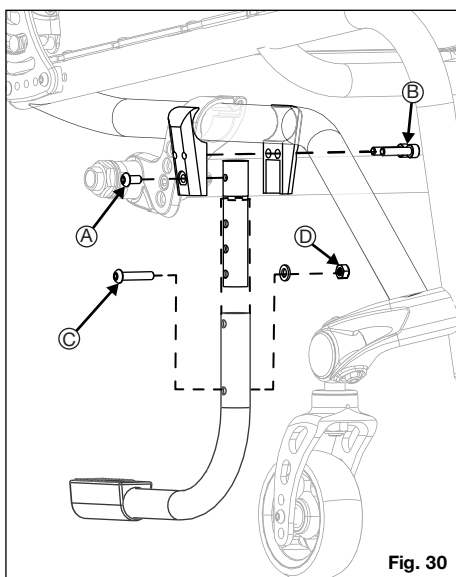

Fig. 30
una llave Allen de 4 mm y una llave de 10 mm (Fig. 30:C/D).
Cómo instalar el tubo de apoyo (Fig. 30)
1. Enrosque el receptor del tubo de asistencia en la abrazadera exterior con una llave Allen de 4 mm (Fig. 30:A).
2. Con una llave Allen de 5 mm, fije la abrazadera al tubo del chasis inferior en el lado deseado por el usuario (Fig. 30:B).